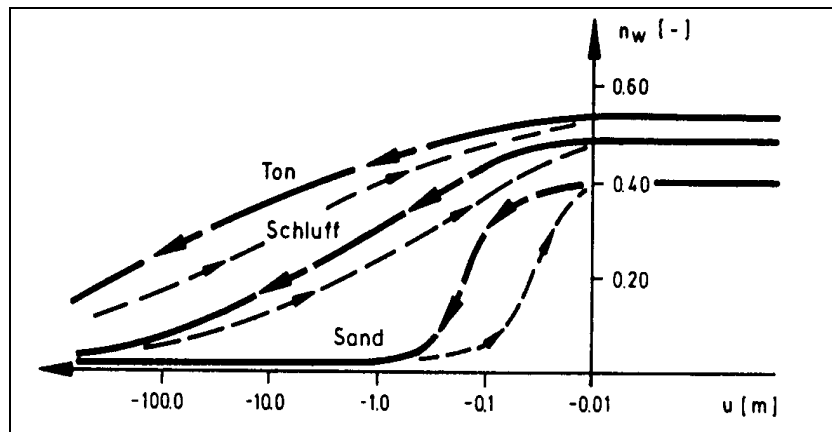

Abbildung 1 Funktionsverlauf $n_w = f(u)$
- Über den Menüeintrag **"Zeit-Rand / Bodenkennwerte"** können Sie Ihre Bodenkennwerte, die Sie in **GGU-SS-FLOW3D** definiert haben, abfragen. Zusätzlich wird die Liste durch die Angabe des spezifischen Speicherkoeffizienten erweitert. Je nach Bodenart können Sie durch Anklicken des Feldes **"nw = f(u)"** Ihre spezifische Bodenkennlinie (vgl. Abbildung 1 weiter unten) über Aufpunkte definieren. Über den Knopf **"k = f(t) [0]"** können Sie die Durchlässigkeit des Bodens in Abhängigkeit von der Zeit verändern.
Zusätzlich können Sie den nw-Wert definieren. Der nw-Wert gibt den Anteil des Wasservolumens bezogen auf das Gesamtvolumen an. Er ist eine dimensionslose Größe und abhängig vom Porenwasserdruck u. Typische Verläufe von Funktionskurven verschiedener Bodenarten zeigt Abbildung 1: